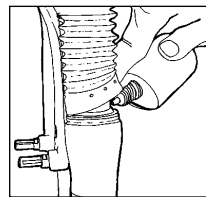

Abb. 7
1. Reinigen Sie die Außenflächen, den Bereich der Resi-Wischerdichtung und das obere Rohr. Geben Sie 2 bis 3 Tropfen Öl mit Teflonzusatz im Bereich der Resi-Wischer auf die oberen Rohre (siehe Abb. 7).